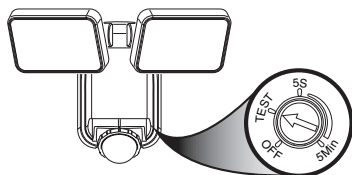

Figura 11
IMPORTANTE: Gire el cuadrante de control de la parte lateral del detector a la posición OFF y deje que la pila se cargue de 3 a 7 días de sol intenso antes de probar (vea la Figura 11).
- Gire el cuadrante de control a la posición TEST (vea la Figura 11).